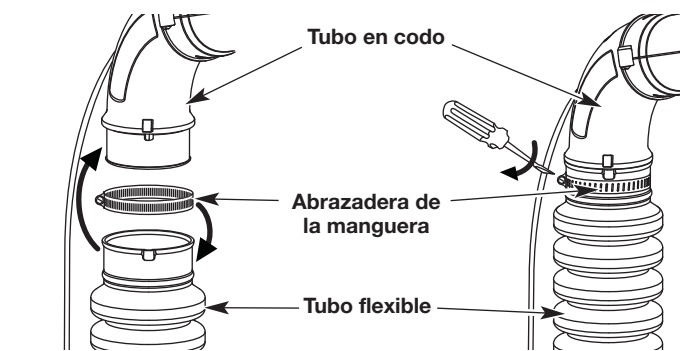

Fig. 1
1. Coloque una abrazadera de manguera alrededor de un extremo del tubo flexible (Fig. 1).
2. Deslice el tubo y la abrazadera sobre el tubo en codo (Fig. 1).
3. Ajuste el tornillo de la abrazadera de la manguera con un destornillador de cabeza plana (Fig. 1).